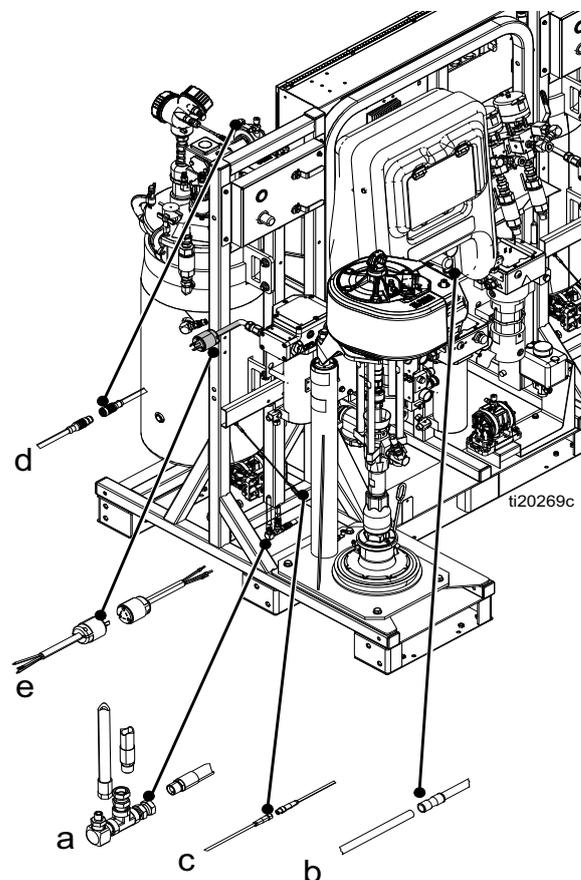

FIG. 15
- a. Conecte la manguera de aire roja de 1/2" a la unión giratoria. Véase la "a" en la FIG. 15.
- b. Conecte el tubo de señal de aire de 1/4" de diámetro exterior al que tiene el conector para tubo. Esta es la señal piloto de la bomba de alimentación. Véase la "b" en la FIG. 15.
- c. Conecte el cable pequeño con un conector M8 al conector M8 correspondiente. Véase la "c" en la FIG. 15.
- d. Conecte el cable más grande con un conector M12 al conector M12 correspondiente. Esta es la conexión del sensor de nivel. Véase la "c" en la FIG. 15.